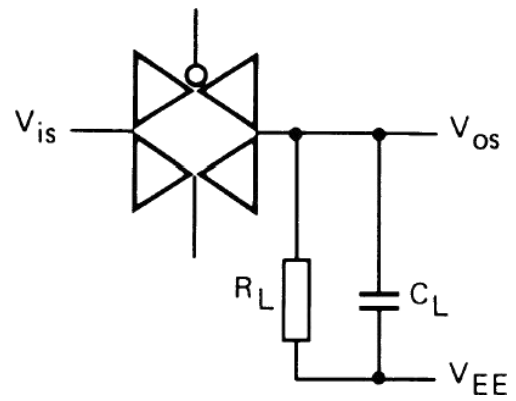

图 4
4. RL=10KΩ; CL=15pF; 通道开通; Vis=VDD (P-P) /2(正弦波, 在 VDD/2 处对称), fis=1KHz; 如图 4 所示
7. RL=1KΩ; CL=5pF; 通道关断; Vis=VDD (P-P) /2(正弦波, 在 VDD/2 处对称); 20lg(Vos/Vis)=-50dB; 如图 4 所示
8. RL=1KΩ; CL=5pF; 通道开; Vis=VDD (P-P) /2(正弦波, 在 VDD/2 处对称); 20lg(Vos/Vis)=-3dB; 如图 4 所示